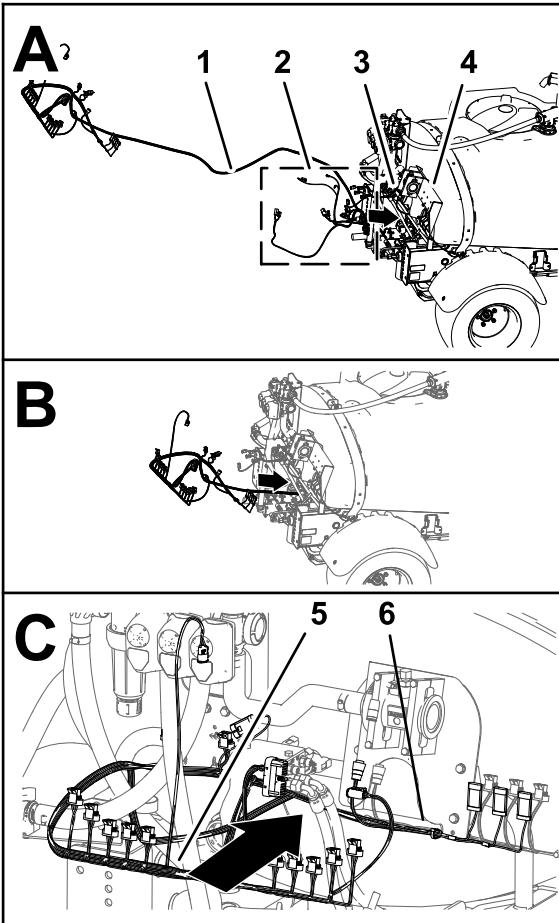
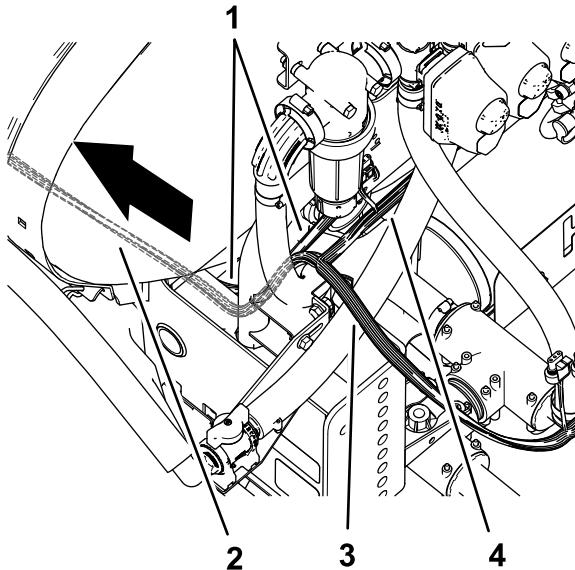

Figura 76
Figura 77
- Disponete le diramazioni di 84 cm, 60 cm e 66 cm del cablaggio preassemblato del kit sul lato sinistro della macchina, lungo il cablaggio preassemblato della macchina (Figura 76 e Figura 77).